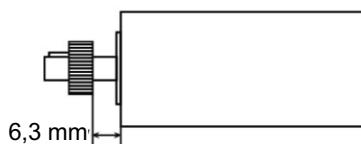

Figura 4 – Colocación de Cubo
- Monte el cubo (Ref. No. 22) sobre la cuña en el eje del motor, 6,3 mm desde la cara del montaje del motor, tal como se muestra en la Figura 4. (El No. de la parte en el cubo tiene que quedar mirando para el otro lado del motor). Use una cuña de 3/16 cuadrada para todos los modelos cuando no se usa el manguito del